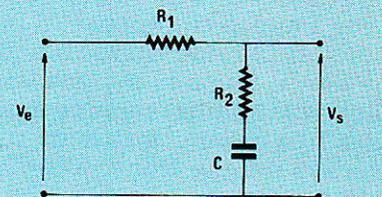

Figure 9
Comme pour le cas du contrôle proportionnel et dérivé, on modifie légèrement le traditionnel réseau intégrateur RC, en lui donnant la structure indiquée à la figure 9. Là encore, pour que le réseau impose sa réponse, l'impédance de source doit être très faible, et l'impédance de charge élevée. On posera :
La relation (6) a bien la forme de la relation (4) cherchée, donc le quadripôle de la figure 9 assure le contrôle proportionnel et intégral voulu.